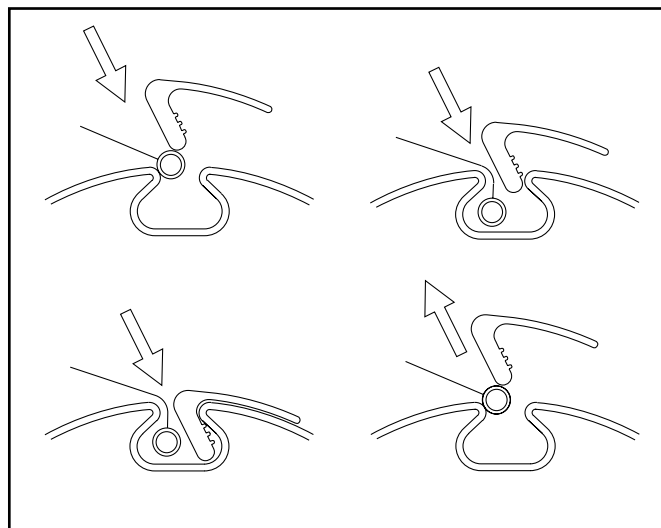

fig. 3 : Profil Clip on - clip off
- Avantage: remplacement facile et rapide. (voir fig. 3)